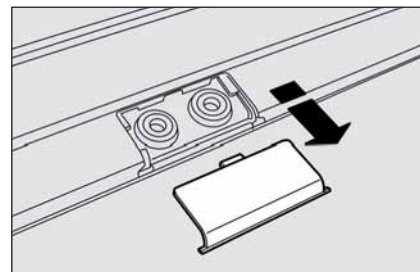

fig. 120
- ☐ en las versiones dotadas de techo practicable: saque las lengüetas utilizando el destornillador en dotación para acceder a los alojamientos de fijación **fig. 120**;